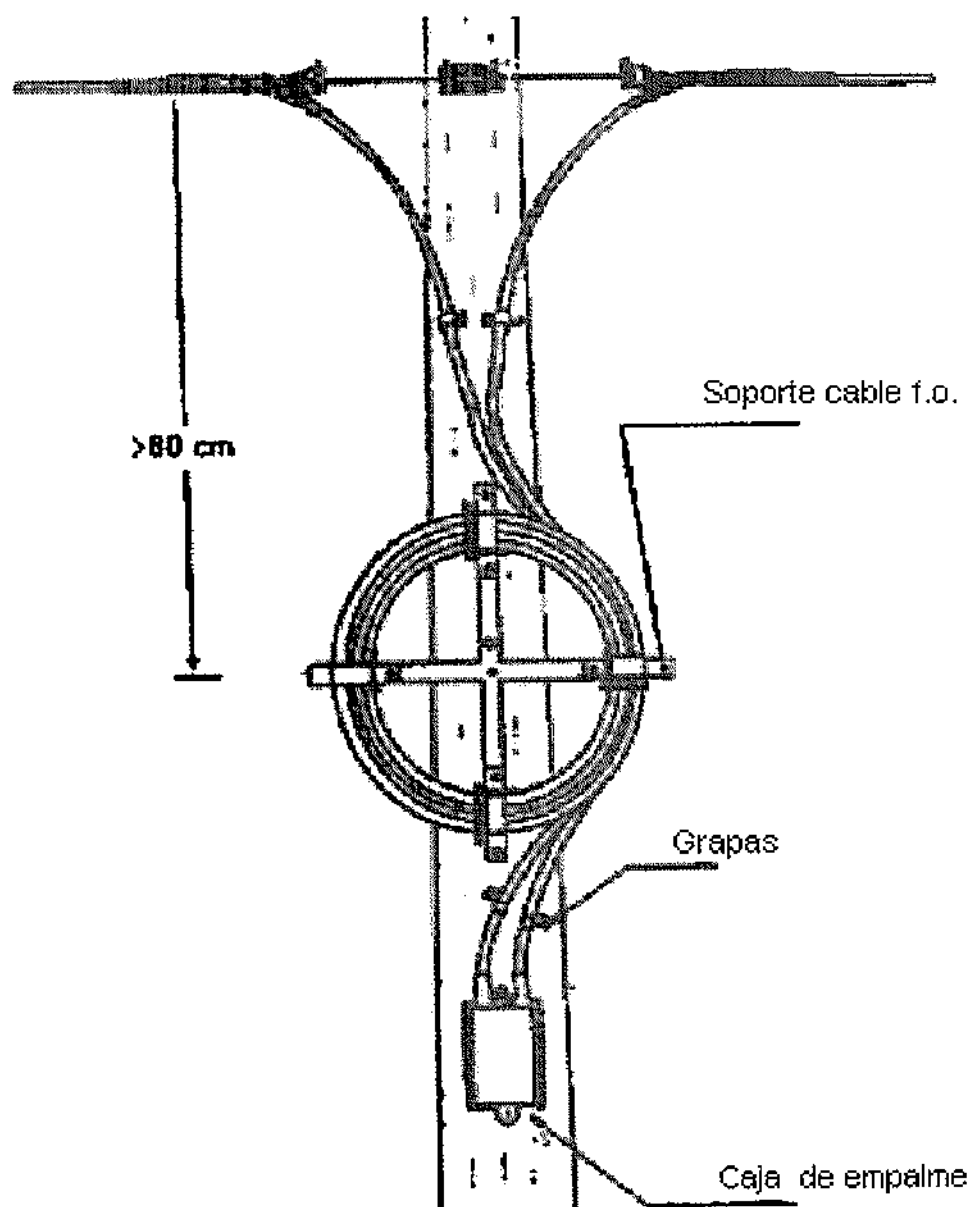

Figura 10
- **Distancia al suelo:** Debe dejarse una reserva de cable como mínimo a 80 cm de la línea de tendido del cable f.o. y luego si se debe proceder a instalar y anclar la caja de empalme (ver figura 10). En trayectos largos solo se debe instalar cajas de empalme cada 5 Km (distancia promedio de un carrete de f.o.) y al empalmar se deben respetar los códigos de colores o consecutivo de hilos independiente del fabricante del cable.